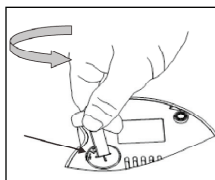

Figure 1
1. L'utilisation d'un tournevis à tête plate ou d'un objet similaire (pointe arrondie d'un couteau à pain, par exemple), tourner dans le sens antihoraire à la pile de couvercle dans le sens horaire se trouve à l'arrière de la base de café, la figure 1.